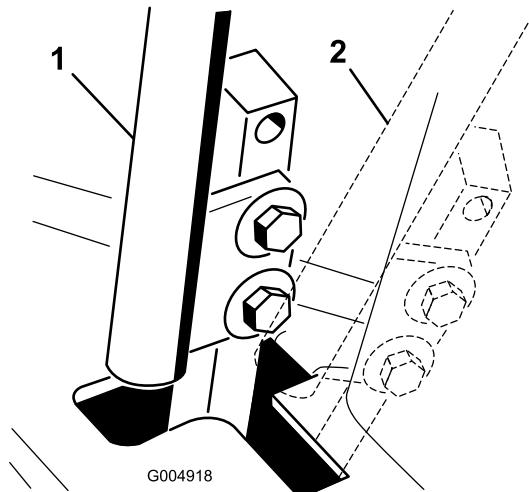

Figura 83
- Mueva la palanca de control a la posición de punto muerto, pero **no a la posición de bloqueo** (Figura 83).
- Compruebe la posición de la palanca de control con relación a la muesca de la consola (Figura 83).